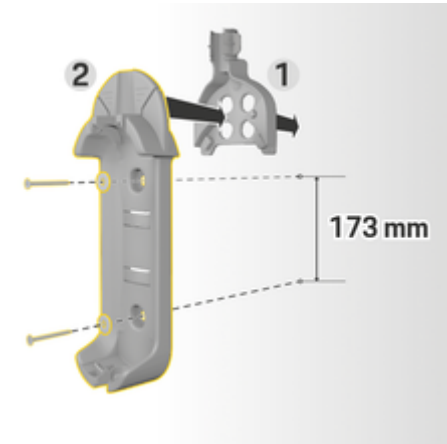

Abb. 3 Bohrmaße
3. Wandhalterung Basis 2 (Abb. 3) von vorne in die Kabelführung 1 (Abb. 3) eindrücken.